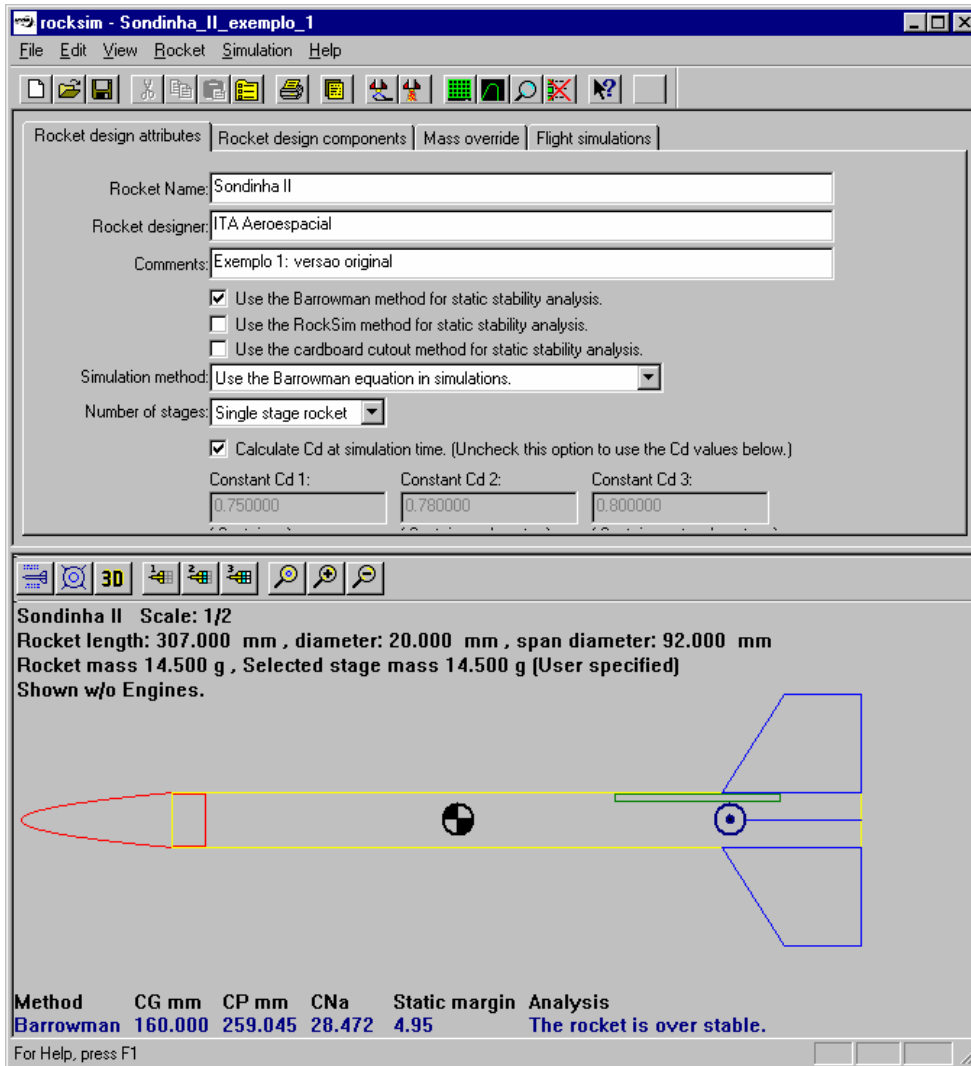

Figura 1. Resultados do arquivo "Sondinha\_II\_exemplo\_1.rkt".
3) Conferir se os resultados mostrados na janela principal são os mesmos da Figura 1, abaixo.